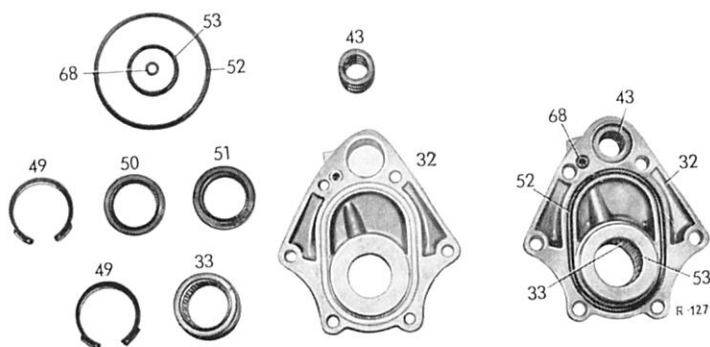

Bild 46–24/36
47 Eingepreßte Scheibe (91) im Lagereinsatz (14) prüfen. Wenn die Scheibe beschädigt oder lose ist, Lagereinsatz erneuern (Bild 46–24/35).
48 Nadellager (33) im Gehäusedeckel (32) prüfen. Wenn das Nadellager beschädigt ist, muß der Gehäusedeckel komplett mit dem Nadellager erneuert werden (Bild 46–24/36).
50 Dichtring (50) in den Gehäusedeckel (32) einpressen. Stützring mit Staublippe (51) einlegen und Sicherungsring (49) einsetzen. Den Zwischenraum zwischen den beiden Dichtlippen mit Fett füllen (Bild 46–24/36).
b) Den Dichtring und Stützring mit dem Einpreßwerkzeug in den unteren Gehäusedeckel einpressen (Bild 46–24/37). Das Einpreßwerkzeug ist nach den im Bild 46–24/38 angegebenen Maßen selbst anzufertigen.